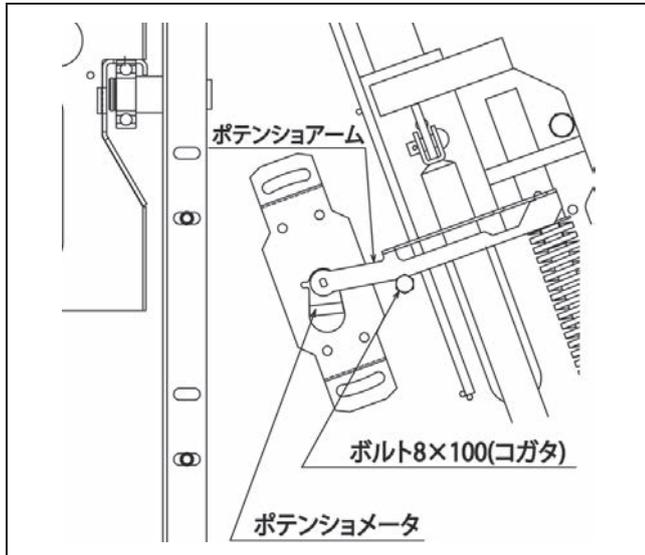

図 4-208
1. 感知に使用しているボルト 8×100(コガタ)を外し、図の位置で固定しポテンシオアームをボルト 8×100 の上に乗せます。(図 4-208)